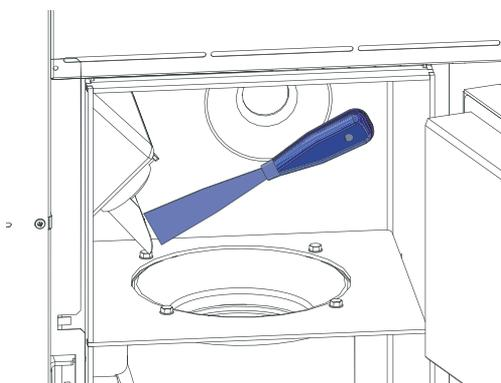

Fig. 51 Nettoyer la gouttière
- ▶ Le cas échéant, nettoyer l'intérieur de la gouttière au moyen d'un tournevis – Fig. 51.